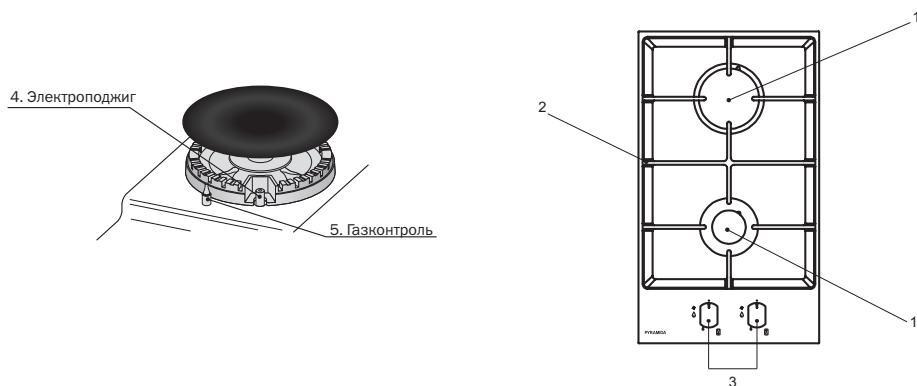

Рис. 11
- Модели с электроподжигом (Рис. 11) оснащены специальными газовыми кранами с функцией электрического поджига. В этом случае символ электроподжига «⚡» изображен около каждой ручки управления. Чтобы зажечь газовую горелку, нажмите на нужную ручку, и поворачивайте ее нажатой против часовой стрелки к позиции «🔥» (сильное пламя). Проходя символ «⚡» активируется электроподжиг. Когда газовая горелка загорится, отпустите ручку.
- Включение газовой горелки с газконтролем (Рис. 11). Нажмите и поверните ручку, соответствующую выбранной газовой горелке, против часовой стрелки к позиции «🔥» (сильное пламя). Когда газовая горелка воспламенилась, удерживайте ручку нажатой примерно 5-10 секунд, чтобы пламя нагрело термомопару газконтроля. Если пламя погасло, когда Вы отпустили ручку, повторите всю операцию с начала.